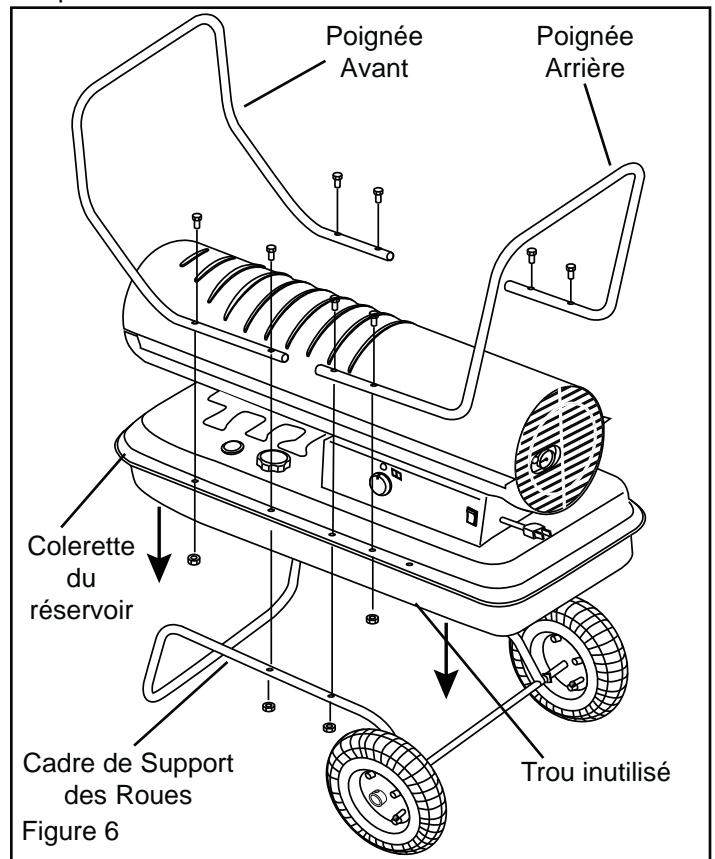

Figure 6
5. Attachez la poignée avant à l'aide de (2) longs boulons de 50 mm et de (2) écrous passant par le second trou de chaque côté du rebord du réservoir et de l'armature du support – serrez fermement.
6. Insérez (2) boulons courts de 30 mm dans le premier trou à l'avant du rebord du réservoir et serrez fermement. Assurez-vous que tous les boulons (4) sont bien serrés en place.
7. Attachez la poignée arrière à l'aide de (2) longs boulons de 50 mm et de (2) écrous en passant par le troisième trou, de chaque côté, à l'arrière de l'appareil. (Voir Figure 6)